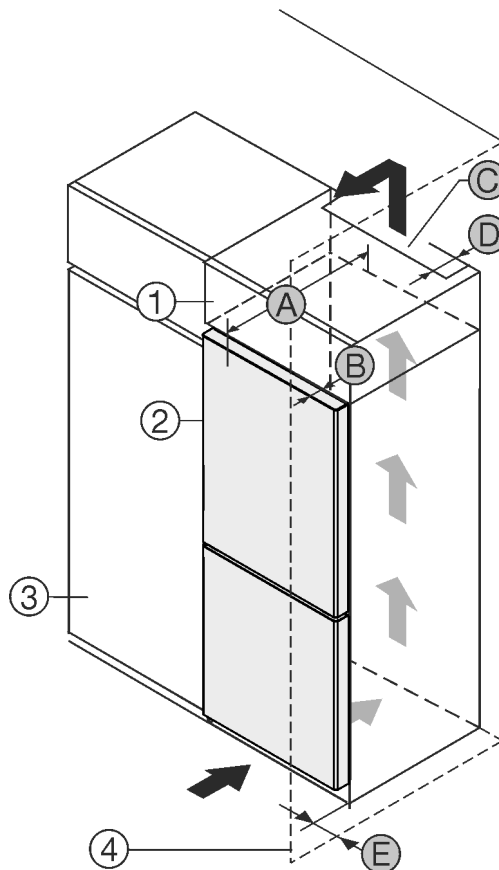

Fig. 1
Vous pouvez placer le réfrigérateur directement à côté de l'armoire de cuisine *Fig. 1 (3)*.*
Une sortie d'air avec la profondeur *Fig. 1 (D)* doit être présente au dos de la rehausse sur toute sa largeur.*
La section de ventilation *Fig. 1 (C)* sous plafond doit être respectée.*
Si le réfrigérateur est installé avec les charnières près d'une paroi *Fig. 1 (4)*, la distance entre le réfrigérateur et la paroi doit être d'au moins 13 mm.*
Si le réfrigérateur est installé avec les charnières près d'une paroi *Fig. 1 (4)*, la distance entre le réfrigérateur et la paroi doit être d'au moins 20 mm.*
Pour pouvoir ouvrir complètement les portes, le réfrigérateur doit dépasser de la profondeur de la porte *Fig. 1 (B)* par rapport à la façade du placard. L'appareil peut déborder encore plus en fonction de la profondeur des placards *Fig. 1 (3)* et de l'utilisation de cales d'épaisseur.*